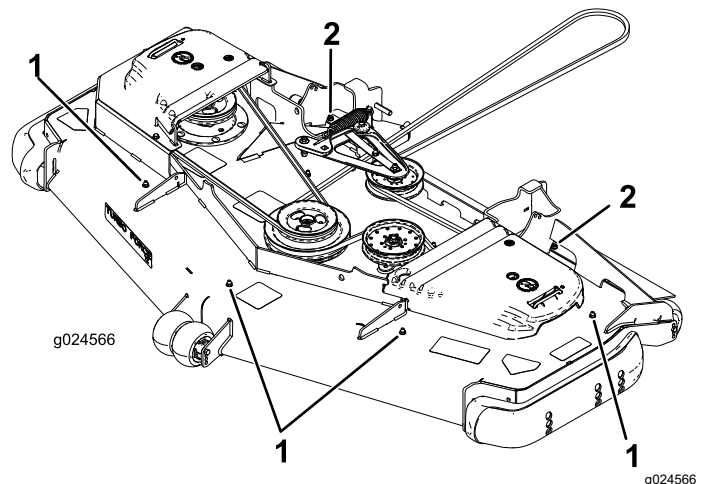

Figura 1
7. Rimuovete le 4 viti a testa esagonale (5/16" x 3/4") e i 4 dadi flangiati (5/16") inseriti nei fori di montaggio esposti sul piatto e il fermo dell'aletta interna degli pneumatici su ogni lato (Figura 1).